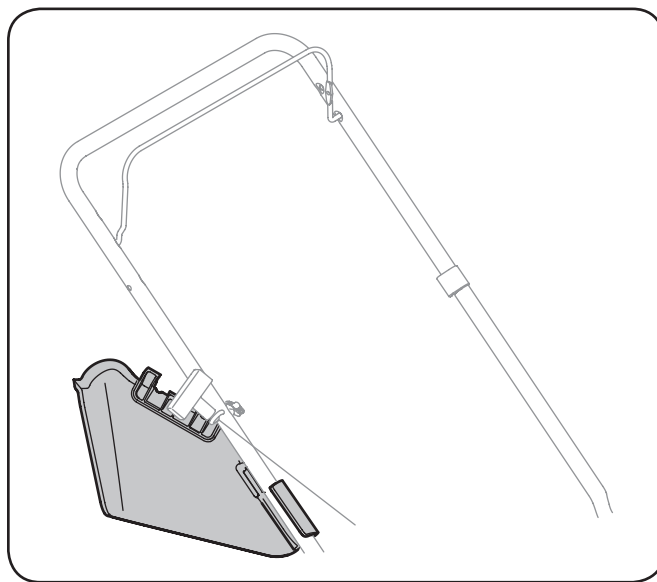

Figure 7-2
- Asegure tolva de descarga lateral para manejar como se muestra en Figure 7-2.